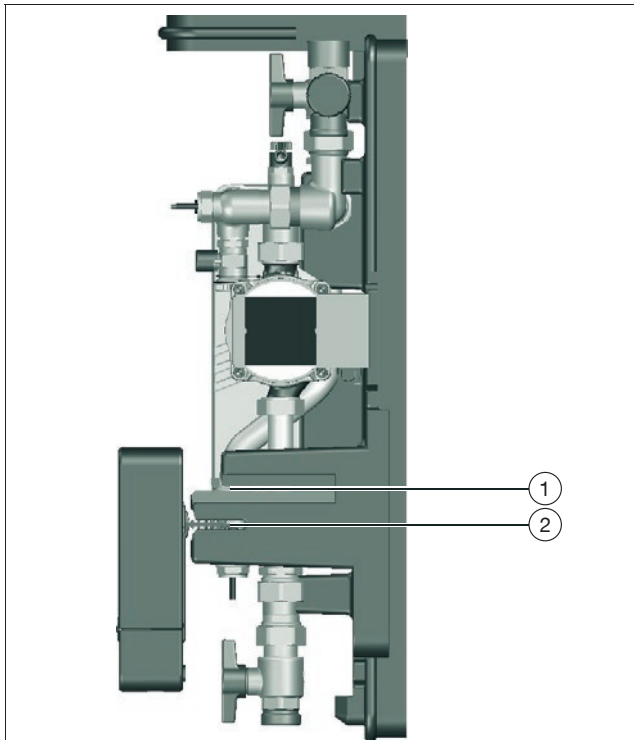

Abb. 17: Montageposition
2. Drehen Sie den Regler und fixieren Sie diesen in der Montageposition wie in Abb. 17.